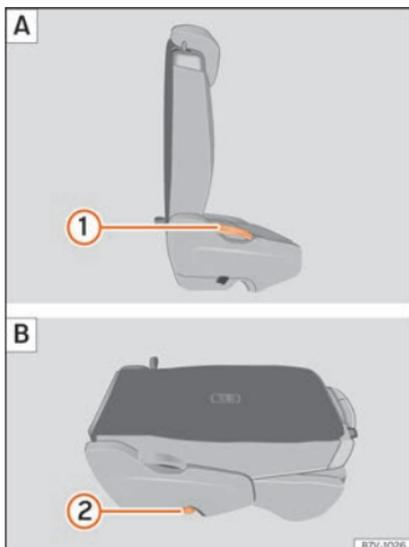

Fig. 166 Seconde rangée de sièges : rabattez le siège arrière A, siège arrière comme plancher de chargement B.
- Retirez les objets du plancher devant et derrière le siège arrière »» ❶.
- Tirez le levier »» fig. 166 ❶ vers le haut et rabattez le dossier entièrement vers l'avant. La banquette complète se rabat vers l'avant »» ⚠.
- Baissez le dossier rabattu vers l'avant jusqu'à ce qu'il soit encastré en position de plancher de chargement »» fig. 166 B.
- Tirez le levier »» fig. 166 ❶ vers le haut et redressez entièrement le dossier. L'ensemble du siège se déplie vers l'arrière.